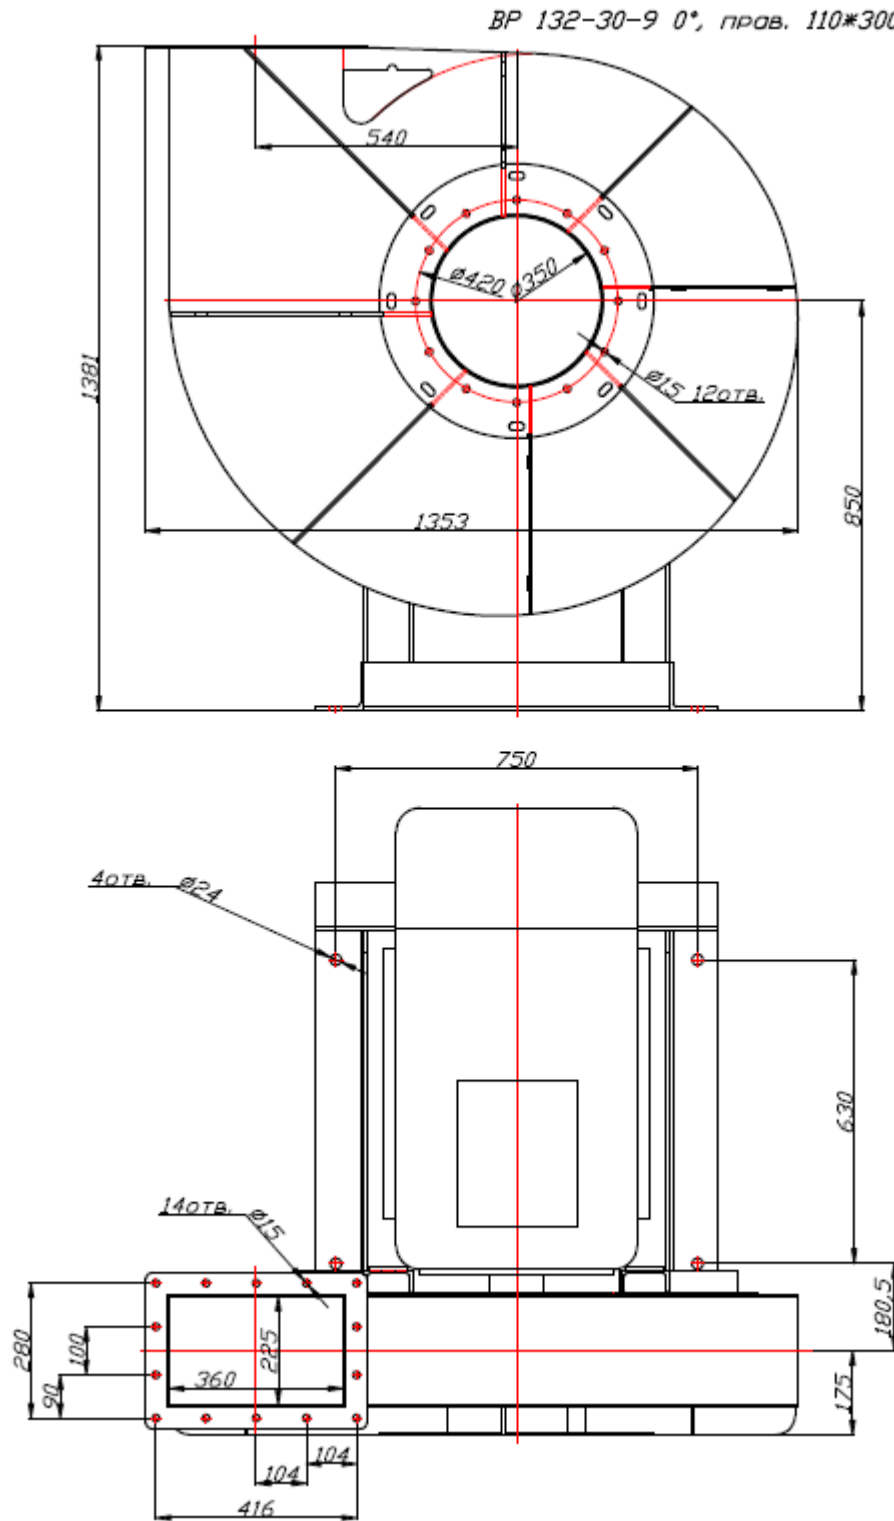

РИС. 1. Габаритные и присоединительные размеры вентиляторов ВР 132-30 №9 исп.1
1.2.2. Устройство вентиляторов, габаритные, присоединительные и установочные размеры вентиляторов указаны на рис. 1, рис. 2, табл. 1, табл. 2.